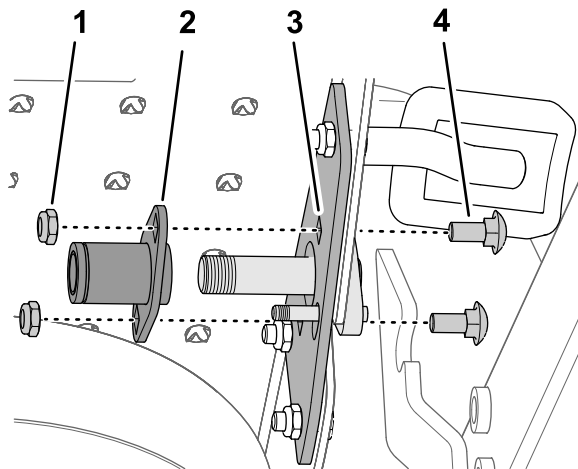

图 12
9. 使用 2 个托架螺栓5/16 x ¾ 英寸和 2 个锁紧螺母5/16 英寸将衬板组装到枢轴支架和脚踏板凸缘上图 12。